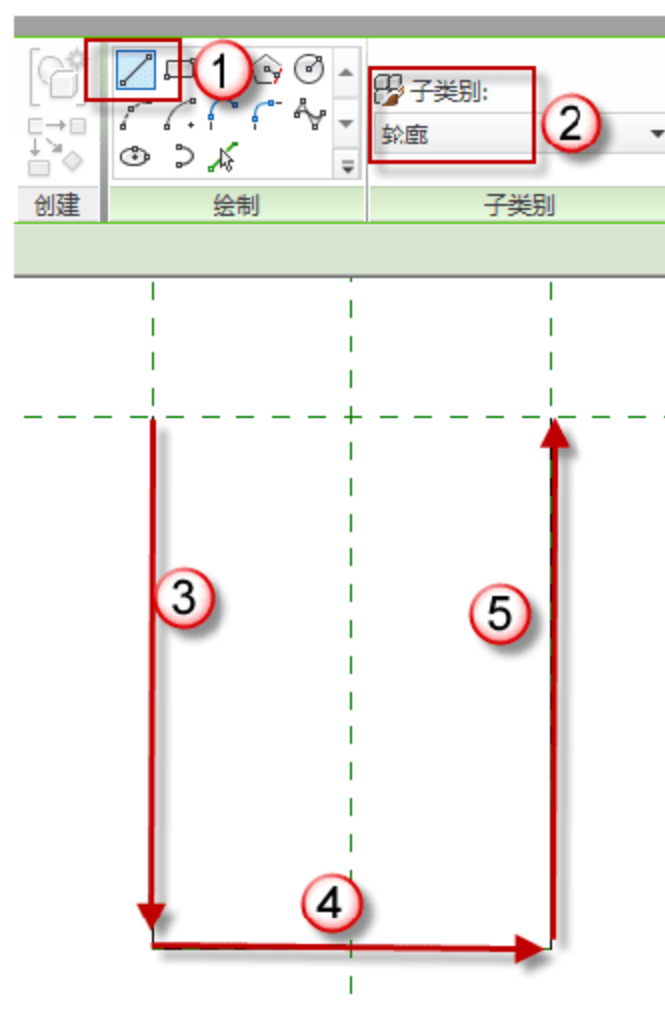

图 12.2.5 绘制轮廓
(5) 绘制轮廓。选择“创建”→“直线”命令，在绘制中选择“直线”绘图方式，在“子类别”下选择“轮廓”，然后绘制檐口的轮廓，如图 12.2.5 所示。